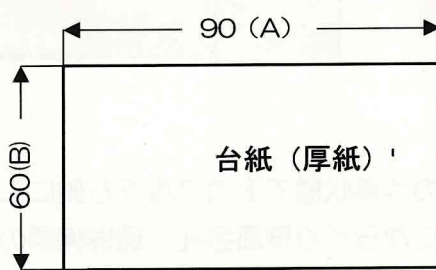

図1
① 材厚紙から図1の形状の紙片を3枚作成し、以後台紙と呼びます。大きさは手にのる程度。